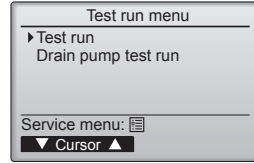

Fig. 6-5
- ④ [F1] veya [F2] düğmesi ile "Test run" (Test çalıştırma) ögesini seçin ve ☒ düğmesine basın. (Fig. 6-5)